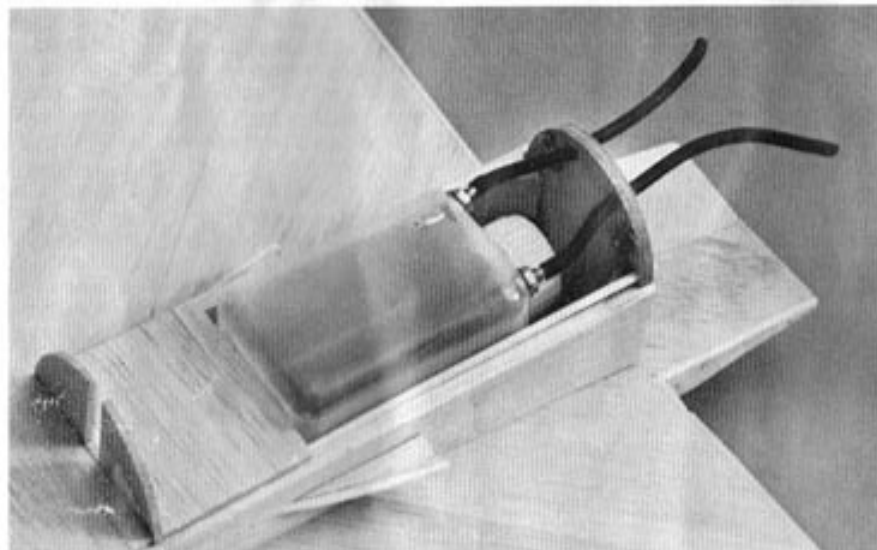

Abb. 9
Seite Ansaugpfeife und Entlüftung angebracht werden, richtet sich nach dem verwendeten Motor. Die Ansaugseite sollte auf der Seite liegen, auf der sich der Einlaß des Vergasers befindet. Weitere Einzelheiten sind aus dem Plan und Abb. 9 ersichtlich. Ein genügend langes Stück Kraftstoffschlauch — empfohlen wird Best.-Nr. 1625/3, mit 4,5 mm Außen- \varnothing — wird durch jede der beiden Bohrungen im Spant (38) gezogen und mit den Tanknippeln verbunden. Der Tank wird dann, nachdem er auf Dichtheit überprüft wurde, von unten an die im Plan angegebene Position geschoben. Mit Schaumstoffstücken kann er dort arretiert werden. Überprüfen, ob keine Knicke in den Kraftstoffschläuchen sind! Jetzt kann der Deckel (64) aufgeschraubt werden.